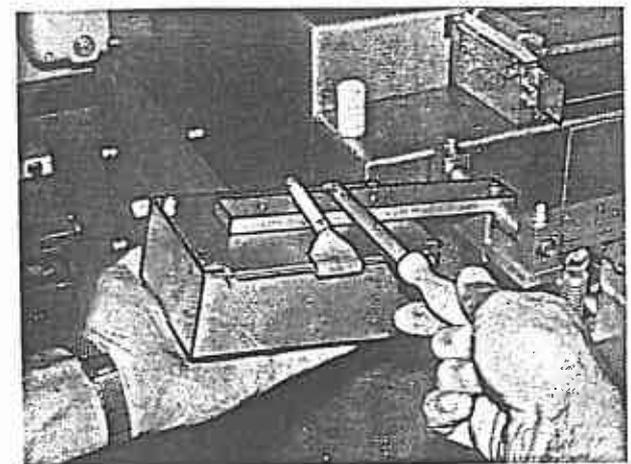

Bild 47
6. Kippteller um 180 Grad schwenken (Bild 47), Karton abnehmen und Kippteller in die Ausgangslage zurückschwenken.